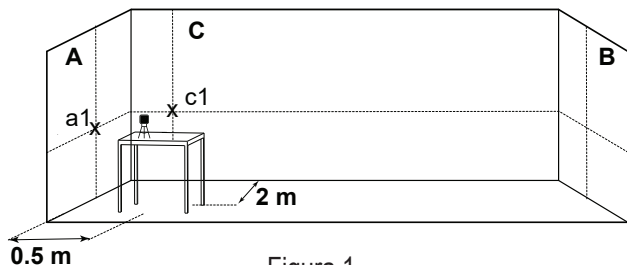

Figura 1
5) Segnare sulla parete A il punto di intersezione come a1 e sulla parete C segnare il punto di intersezione come c1 (vedere figura 1).